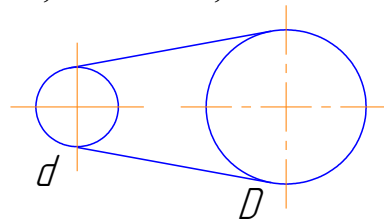

Рис. 5
5. Определить коэффициент скольжения в ременной передаче (рис. 5). Дано: $n_1=1600$ об/мин, $n_2=380$ об/мин, $d=100$ мм, $D=400$ мм.